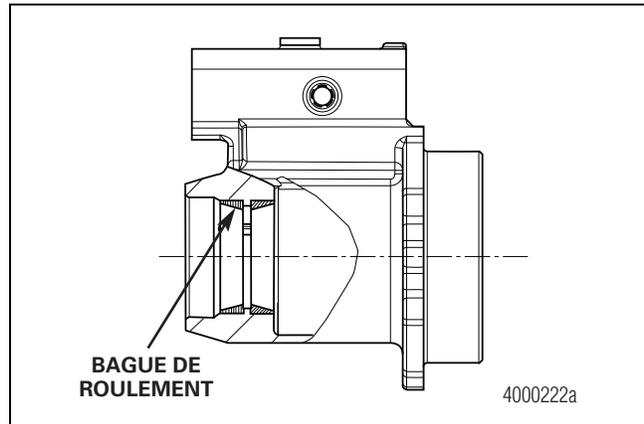

Figure 7.8
- Installer les bagues de roulement dans le logement de roulement de la prise de force. Il s'agit d'un montage à force. Refroidir les roulements à -65 °F (-54 °C), puis placer les deux bagues dans les alésages du carter. Figure 7.8.